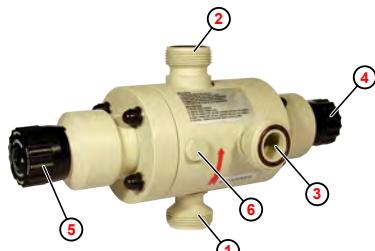

Fig. 1 : Structure de la MFV III-IV,
Les opérations décrites ici s'appliquent de la même manière à tous les raccordements (entrée, sortie et dérivation). (Fig. 1 ①, ②, ③).